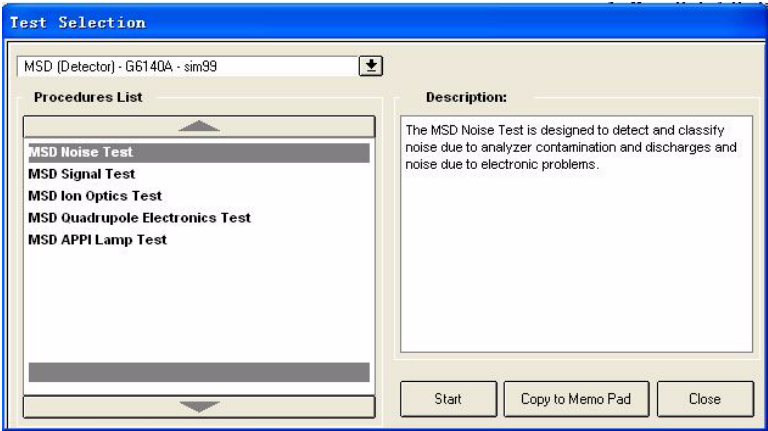

图 71 MS 诊断测试
- **显示模块测试**—显示该模块的诊断测试列表，如第 116 页的图 71 所示。
有许多预编程的诊断测试，可用于系统中的每个模块。通过单击仪器面板中的模块图标，然后选择“显示模块测试”，可以显示每个模块完整的测试列表。图 71 显示 MS 的测试。